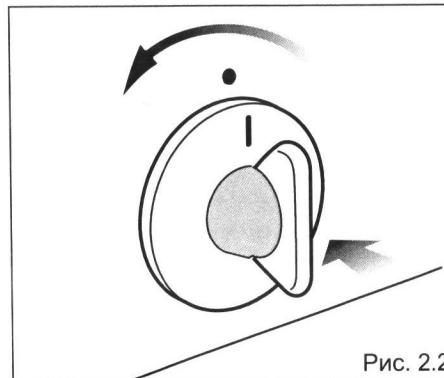

Рис. 2.2
- С помощью жесткого ключа замените старые форсунки на новые «J» (рис. 2.2 - 2.3), специально спроектированные для использования нужного Вам газа (См. Таблицу «ТАБЛИЦА С ДАННЫМИ О ФОРСУНКАХ»).